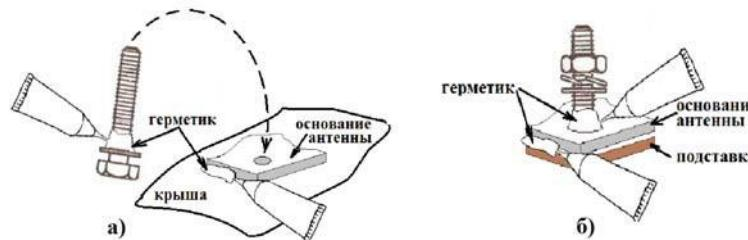

Рисунок 3.
По окончании работ сварочный шов закрасьте краской, а стык подставки с основанием антенны по периметру заполните герметиком Пентэласт®-1101 непрерывным швом толщиной 4 - 5 мм (рисунок 3б).
7.2.3. Установите шайбы на болты (по 4 шт. каждого наименования из комплекта КМАЛ-2). Нанесите герметик **Пентэласт®-1101** (возможно применение герметика с аналогичными физико-химическими свойствами) на поверхности шайб по внутреннему диаметру и резьбы болтов непрерывным швом толщиной 3 - 4 мм (рис. 3а). Со стороны антенны вставьте в отверстия основания антенны крепежные болты с шайбами. С внутренней стороны крыши наденьте на болты шайбы, гровера и гайки (по 4 шт. каждого наименования из комплекта КМАЛ-2) и произведите поочередную и равномерную затяжку гаек по периметру в соответствии с монтажным чертежом АЛВР.464641.013 МЧ. После затяжки гаек удаление излишков герметика не требуется. По окончании работ заполните герметиком **Пентэласт®-1101** стык крыши с основанием антенны по периметру непрерывным швом толщиной 4 - 5 мм (рис. 3а).
7.3.2. Установите антенну на подставку таким образом, чтобы отверстия в основании антенны совпали с местами расположения крепежных шпилек подставки. Нанесите герметик **Пентэласт®-1101** в пустоты между шпильками подставки и краями отверстий основания антенны, а также нанесите герметик на резьбу шпилек по диаметру сплошным швом толщиной 3-4 мм (рисунок 3б). Установите на шпильки подставки шайбы, гровера и гайки (по 4 шт. каждого наименования из комплекта КМАЛ-1). Произведите поочередную и равномерную затяжку гаек по